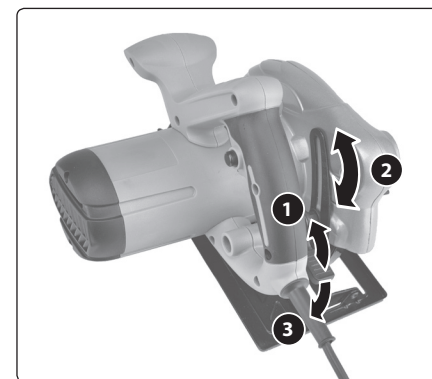

Abb. 3A
1. Heben Sie den Spannschraubensystem zur Einstellung der Schnitttiefe (Abb.3A, Schritt 1.) hoch.
2. Heben Sie die Säge von der Grundplatte je nach der gewünschten Schnitttiefe ab (Abb. 3A, Schritt 2.). Die Schnitttiefe kann an der Skala abgelesen werden, siehe Abb.1, Position 21. Größerer Abstand von der Grundplatte bedeutet geringere Schnitttiefe.
3. Sichern Sie die Säge in der eingestellten Höhe ordnungsgemäß durch Drücken des Hebels nach unten (Abb. 3A, Schritt 3.).